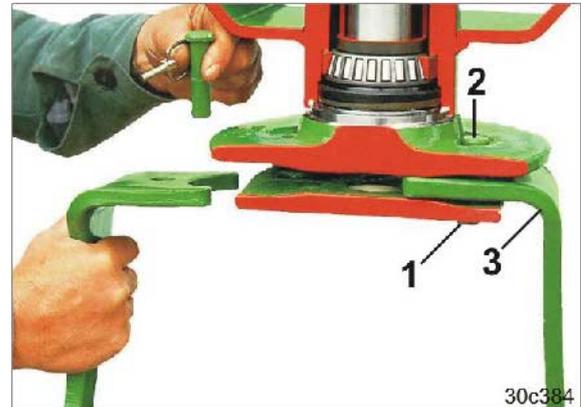

图 162
2. 去掉制轮楔（图 162/1）。
3. 朝上将销栓（图 162/2）从刀片架中敲出。
4. 更换耙尖齿（图 162/3）。